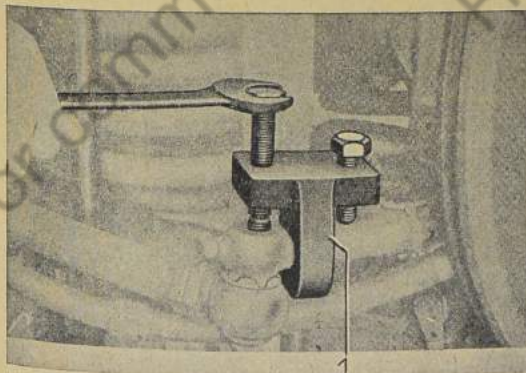

Bild 708: Kugelzapfen aus Spurstangenhebel herausdrücken
6. Kugelzapfen mit Abdrücker Nr. 1505 aus dem Spurstangenhebel herausdrücken (Bild 708).